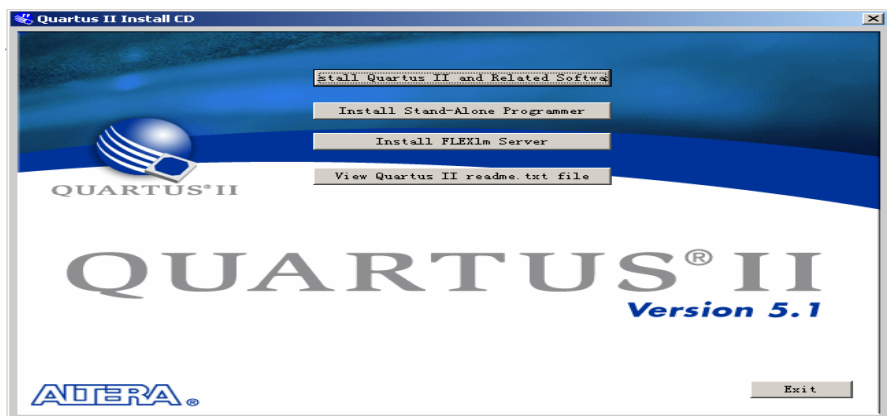
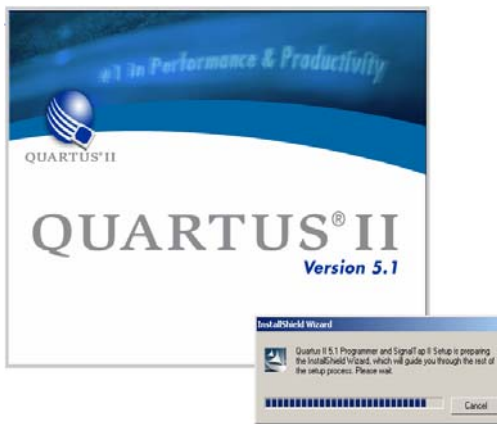
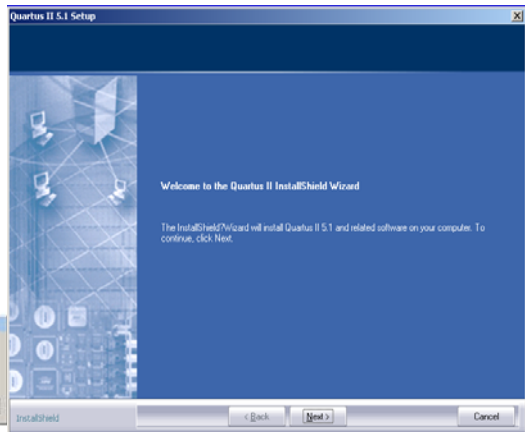
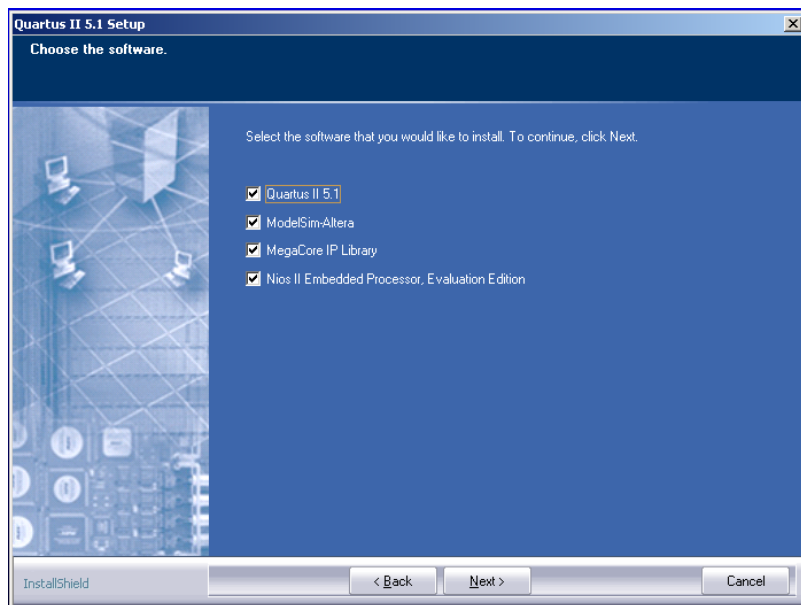

图 3-2 安装选项界面
图 3-3 安装信息界面
图 3-4 安装信息界面
图 3-5 安装向导界面
（1）将 QuartusII 设计软件的光盘放入计算机的光驱中，打开光盘并运行光盘中的安装程序 INSTALL.EXE 文件，出现如图 3-2 所示的安装界面。
（2）在图 3-2 中有四个安装选项，第一项表示安装 QuartusII 和其它应用软件(Intall QuartusII and Related software)；第二项表示安装 Programmer 软件（Intall Stand-Alone Programmer）；第三项表示安装授权管理服务器（Intall FLEXLM Server）第四项表示打开 QuartusII 的自述文件。我们首先选取第一项安装 QuartusII 软件，出现如图 3-3 和图 3-4 所示安装信息界面。
(3) 点击图 3-4 安装信息界面的 NEXT 选项出现如图 3-5 所示的界面。
在图 3-5 安装向导中，根据光盘的安装内容和用户的需要来选择要安装的项目。如只安装 QuartusII5.1 则只选取第一项进行安装。